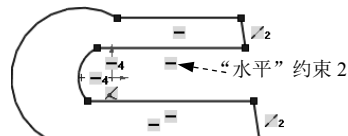
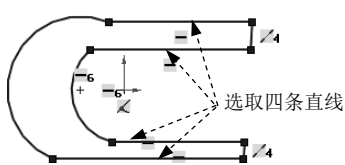

图 4.13.9 添加“水平”约束 2
图 4.13.10 选取四条直线
Step3. 添加如图 4.13.9 所示的“水平”约束 2。按住 Ctrl 键，选取如图 4.13.10 所示的四条直线，系统弹出“属性”对话框，在 **添加几何关系** 区域中单击 **水平(H)** 按钮。